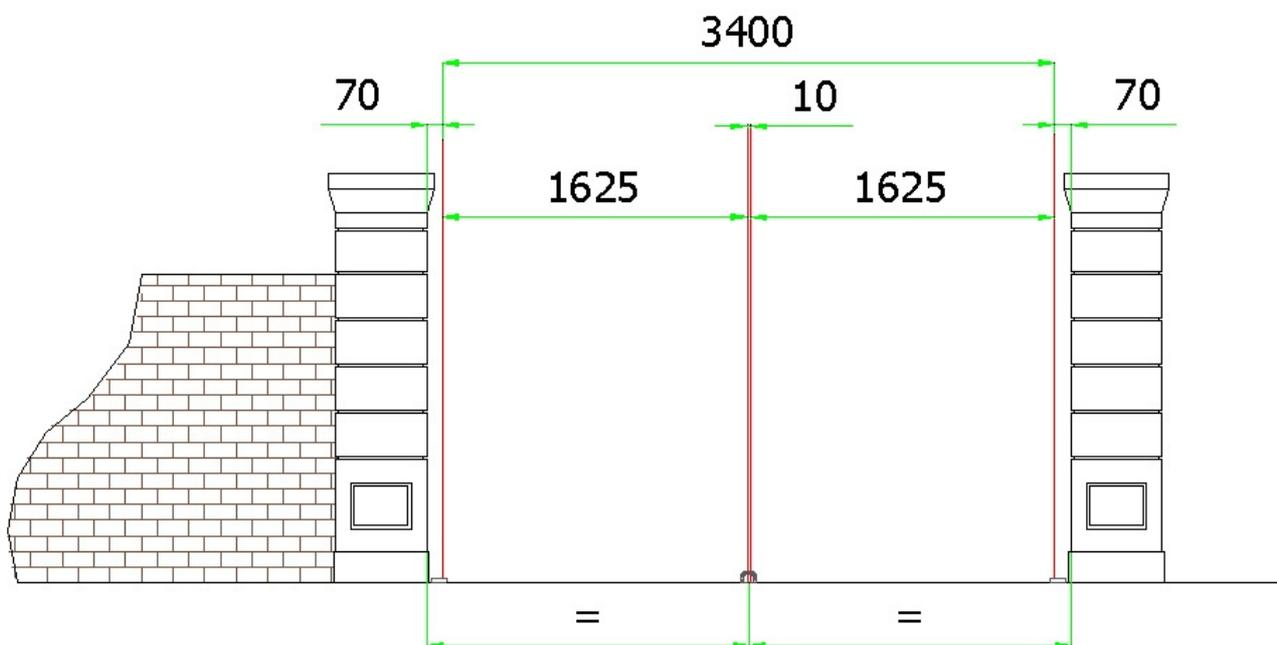

fig.1
1. Assicurarsi, nel caso si intenda installare un cancello in un sito già provvisto di colonne, che le dimensioni del cancello siano compatibili con la luce tra le colonne. Nel caso di un cancello carraio deve essere largo come la luce tra le colonne meno 150 mm (70 mm da una parte e 70 mm dall'altra tra le ante e le colonne più 10 mm di luce centrale tra le ante. Esempio *fig.1*: abbiamo tra le colonne una luce di 3400 mm, l'anta del cancello deve essere 1625 (1625+1625+70+70+10= 3400). Nel caso invece si debba installare un pedonale deve essere uguale alla luce delle colonne meno 140 mm (70 mm da una parte e 70 mm dall'altra tra le ante e le colonne).